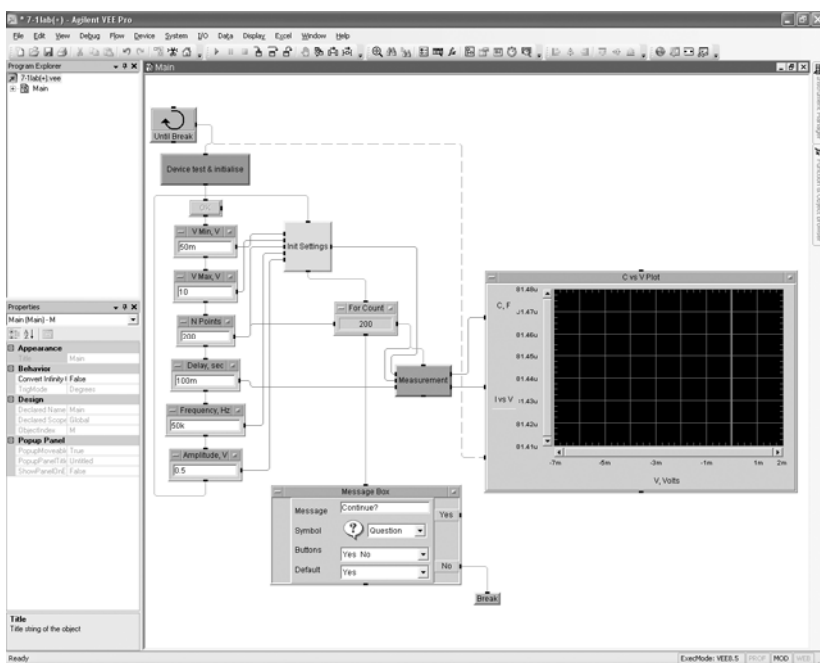

Рис. 7.10
2.5. В главном окне программы удалить ненужные константы Curr Lim, Channel и R_Ref, а также все объекты переменной Ch_N. Создать константы Real64 для задания частоты в герцах и амплитуды в вольтах измерительного сигнала LCR-метра и произвести коммутацию с терминалами объекта Init Settings. Расположить эти константы внутри главного цикла Until Break после константы Delay и восстановить его последовательность выполнения линиями запуска. Изменить названия графика и осей на графике в соответствии с типом проводимых измерений, получив, в итоге, на экране изображение, аналогичное рис. 7.10. Проверить все части программы и запустить ее в тестовом режиме (без подключения реальной измерительной схемы). При возникновении ошибок исправить их.